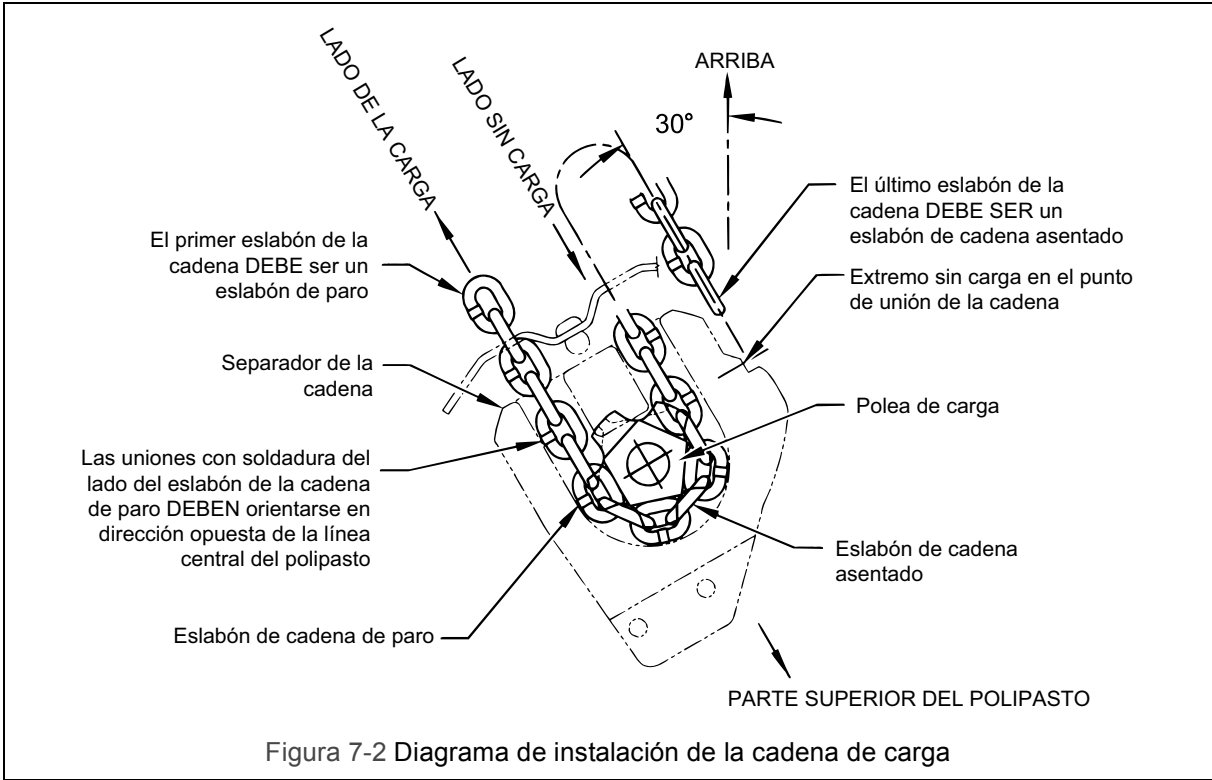

Figura 7-2 Diagrama de instalación de la cadena de carga
- 5) **⚠ PRECAUCIÓN** Invierta el polipasto de modo que la abertura del separador de la cadena se oriente hacia arriba e incline el polipasto aproximadamente 30° como se muestra en la Figura 7-2. Inserte la cadena dentro del separador de la cadena, en la apertura del lado de sin carga, asegurándose de que el primer eslabón sea un eslabón de paro vertical y que su soldadura se oriente en dirección opuesta de la línea central del polipasto.